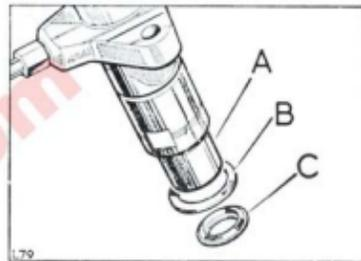

Fig. 82. Colocación de las arandelas del inyector.
- 2.º Se extraerá el conjunto del porta-inyector con sus arandelas de cobre y acero de unión a la culata y se instalará el nuevo porta-inyector teniendo cuidado de no deteriorar el inyector, con las dos arandelas nuevas, debiendo situar la de acero con la parte hueca hacia abajo (fig. 82).